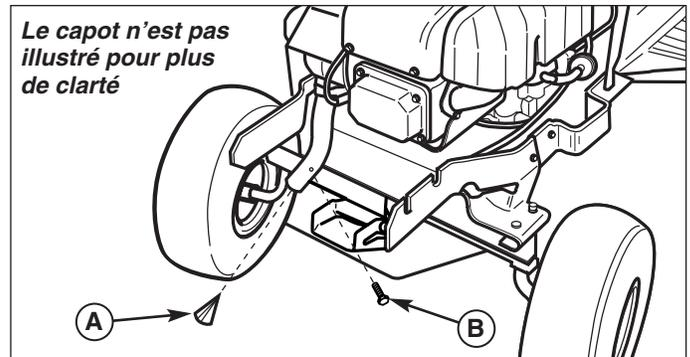

Figure 11. Nettoyer/remplacer la grille d'échappement
2. Retirer la vis (B, Figure 11). A l'aide de pinces, enlever la grille d'échappement (A).